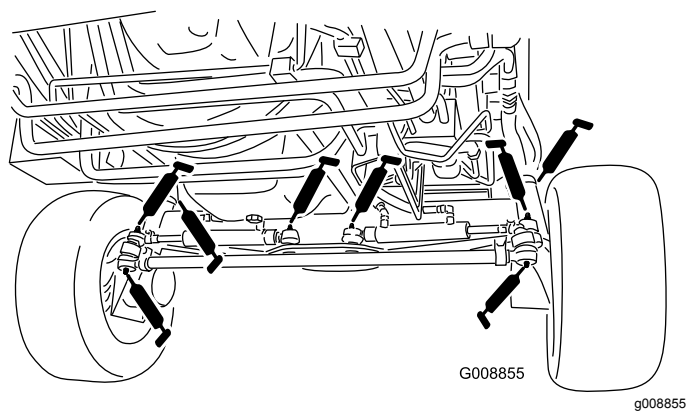

Figura 81
- 4 rótulas esféricas do cilindro da direção (Figura 81)
- Duas rótulas esféricas da barra de ligação (Figura 81)
- Dois casquilhos do pino principal (Figura 81)